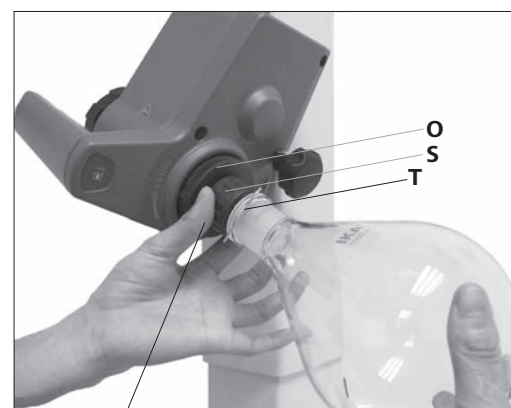

Fig.15b
- 逆时针旋转带固定夹 (S) 的塑料螺母 (P) 直至固定夹可以扣在法兰上。(Fig. 15b)
- 此时,顺时针旋转塑料螺母 (P) 直至固定夹紧紧扣住法兰。旋转时,请按住蒸气管上的锁定装置(O)。